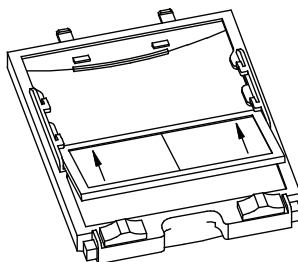

Figura 3
**INSTALACIÓN DE UNA LENTE QUE MAGNIFICA DEL MERCADO DE ACCESORIOS:** Resbale simplemente la lente que del carril corto situado en los lados del ADF del alimentador de originales por el figura 3.